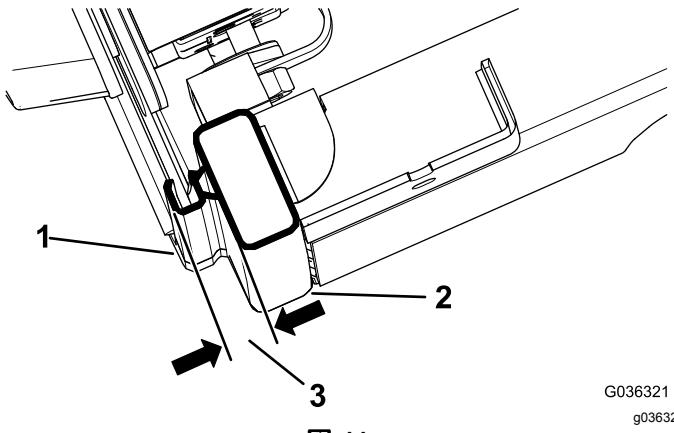

図11
- ドアを完全に閉めて、バブルシートからキャブレルのシール面までの高さを測り、この高さが図11のようにならなければ調整する。
- ラッチピンが 1.9-2.2 cm に収まつたら、図11のようにジャムナットを締め付ける。